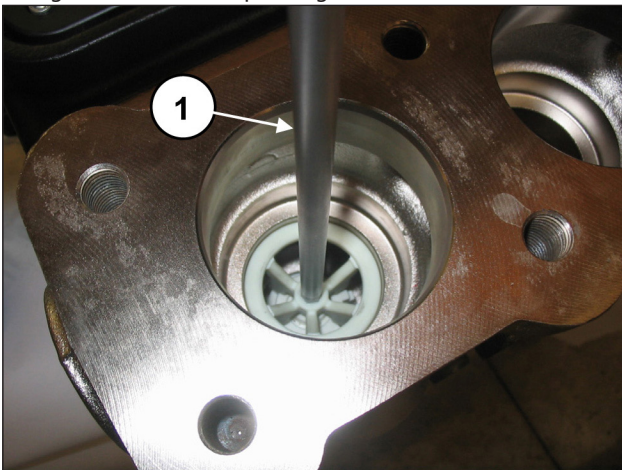

Fig. 83
Extraire l'entretoise du guide de soupape à l'aide d'une clé hexagonale de 8 mm (rep. ①, Fig. 83).